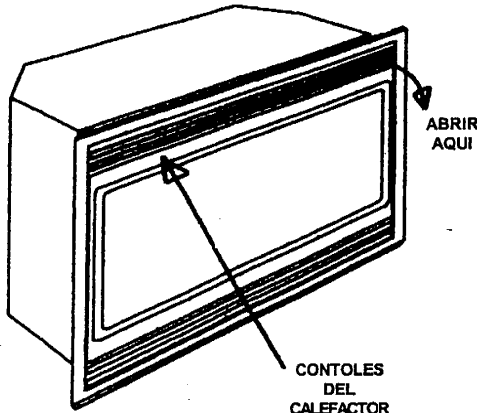

ILUSTRACIÓN 8
1. Para tener acceso a los controles, abra la rejilla superior tirando hacia adelante y hacia abajo desde el extremo superior derecho (ILUSTRACIÓN 8).